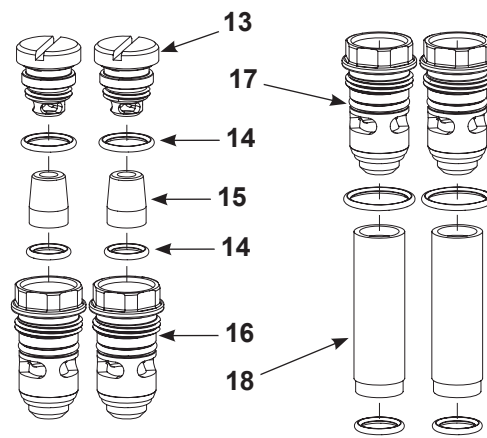

Рис. 24 Монтаж фитингов на трубках псевдооживления
4. См. Рис. 24. Перед установкой трубок псевдооживления (16) собрать обратные клапаны (13), уплотнительные кольца (12), монтажные муфты (14) и заглушки фитингов (10). По завершении смонтировать монтажные муфты в сборе (17) и дополнительные уплотнительные кольца на трубках псевдооживления (18).